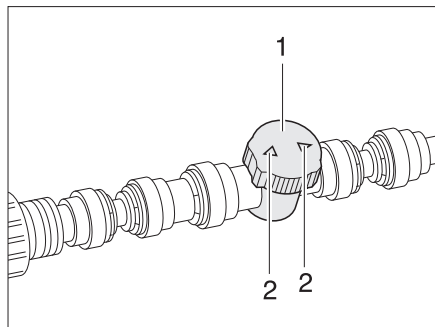

Fig. 113 Regulador del calentamiento del piso/calentamiento para depósito de aguas residuales
- Ajustar el regulador (Fig. 113,1) en el rendimiento de paso deseado (paso máx. = flechas (Fig. 113,2) en la misma dirección que la tubería).
- Girar el regulador (Fig. 113,1) de tal manera que las flechas (Fig. 113,2) queden en posición transversal a la tubería de calefacción.